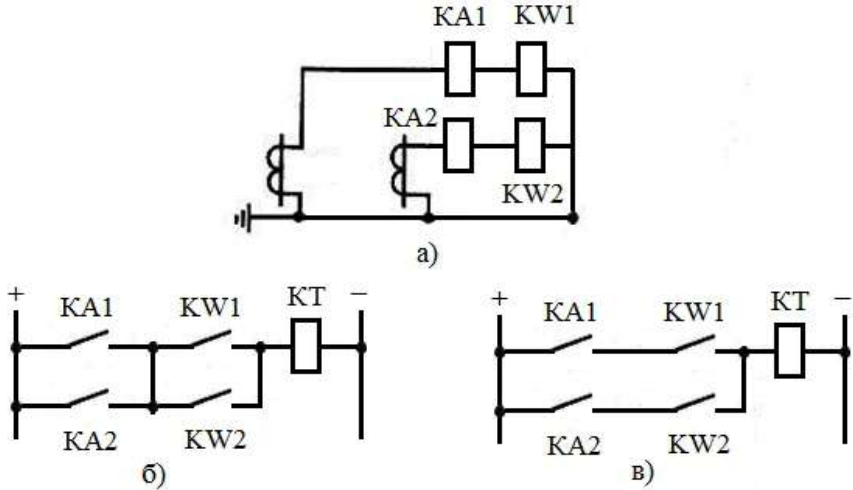

Рис. 3.4
24. На рис. 3.4, а) показана схема цепей тока максимальной токовой направленной защиты. Как следует подводить оперативный ток к обмотке реле времени КТ: по схеме рис. 3.4, б) или по схеме рис. 3.4, в)?